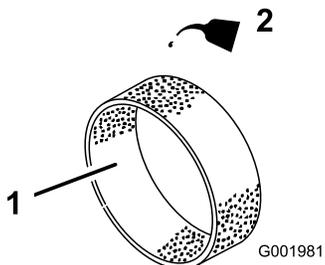

図 40
- 乾いたら新しいエンジンオイルを30-60 ml含ませる 図 40。